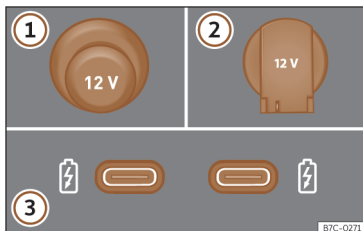

Fig. 151 Tomadas de corrente de 12 Volts do veículo
>>> Fig. 151
Em função do equipamento e do país, o veículo pode dispor também de conectores USB com função **exclusivamente de carga ou tomada de corrente** >>> Fig. 151 ③.